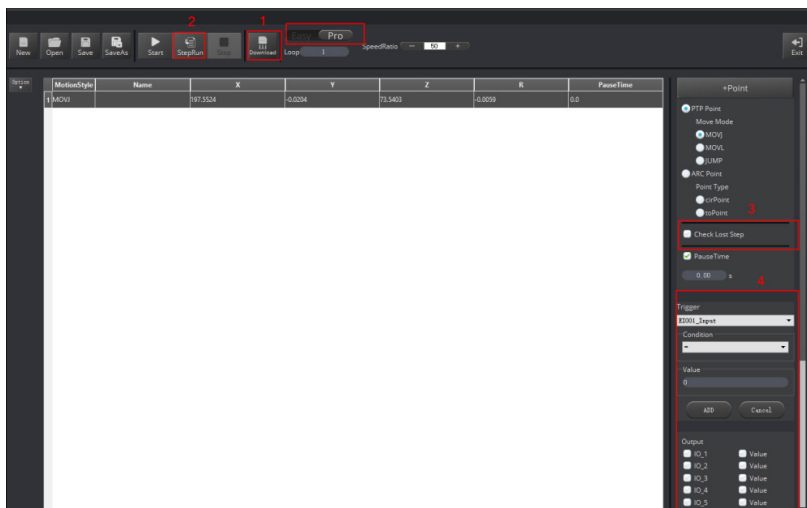

Figura 58: Modo Pro da função Teaching & Playback
- Modo Pro:** Para entrar no modo **Pro** a partir do modo **Easy** atual, clique no controle deslizante **Easy/Pro**, como mostrado na Figura 58. Além de todas as funções no modo **Easy** padrão, o modo **Pro** permite que o braço robótico execute um ponto de salvamento por vez, detecte passos perdidos, funcionar em modo offline e executar a interface de E/S modificada. Para detalhes, consulte a Tabela abaixo: